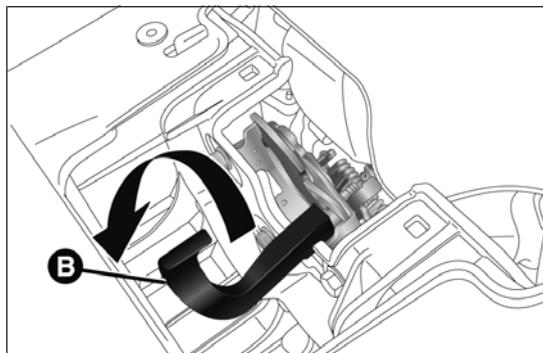

fig. 103
- actionner le levier B fig. 103 en agissant dans le sens indiqué par la flèche et ouvrir le capot.